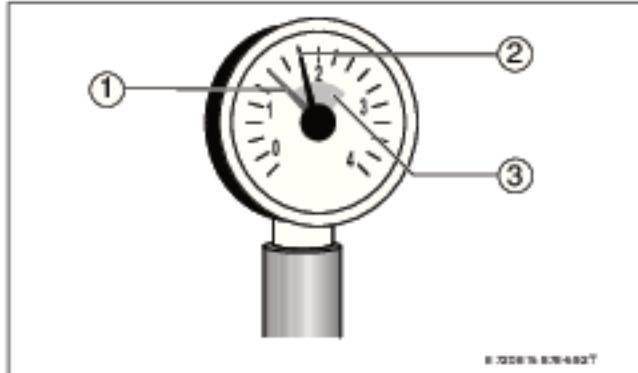

Рис. 5 Манометр для закрытых систем отопления
- ▶ Осторожно откройте водопроводный кран медленно заполните отопительную систему. При этом наблюдайте за показаниями манометра (→ рис. 5, стр. 10).